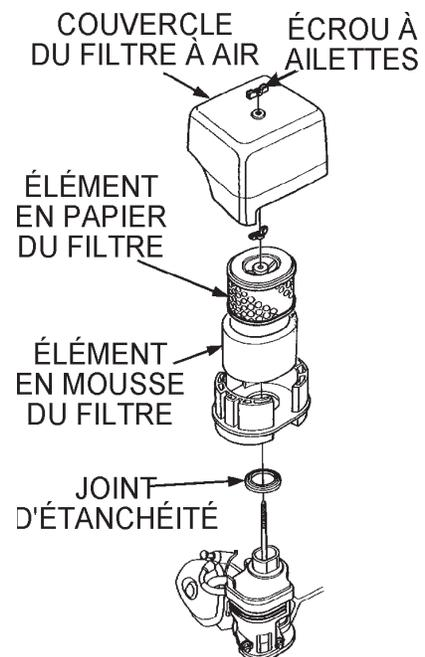

Figure 21. Filtre à air du moteur
1. Retirer le couvercle du filtre à air et l'élément en mousse, comme illustré à la figure 21.
2. Tapoter plusieurs fois l'élément en papier (figure 21) sur une surface dure pour en extraire la saleté ou pulvériser de l'air comprimé dans l'élément du côté boîtier du filtre à air (ne pas dépasser 207 kPa ou 2,1 kgf/cm2 [30 psi]). **NE JAMAIS** brosser la saleté. Le brossage introduirait de la saleté dans les fibres. Remplacer l'élément en papier s'il est excessivement sale.